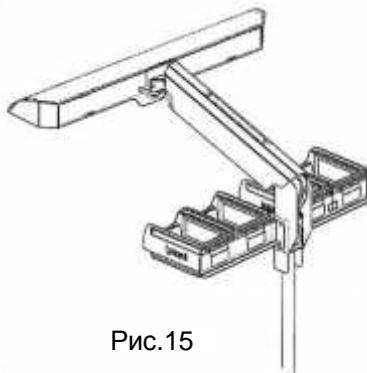

Рис.15
- КОМПЛЕКТ 4.0 ЛОТОК с четырьмя лотками, рис.15;